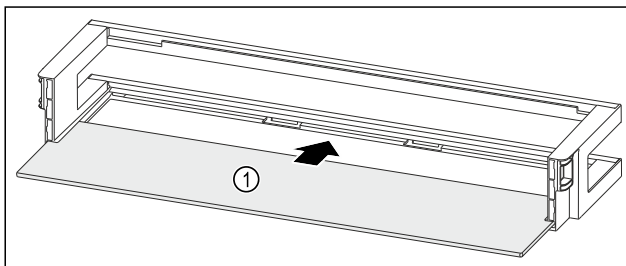

Fig. 217 Türabsteller mit Abstellfläche
- ▶ Abstellfläche Fig. 217 (1) in die seitlichen Aussparungen einschieben.